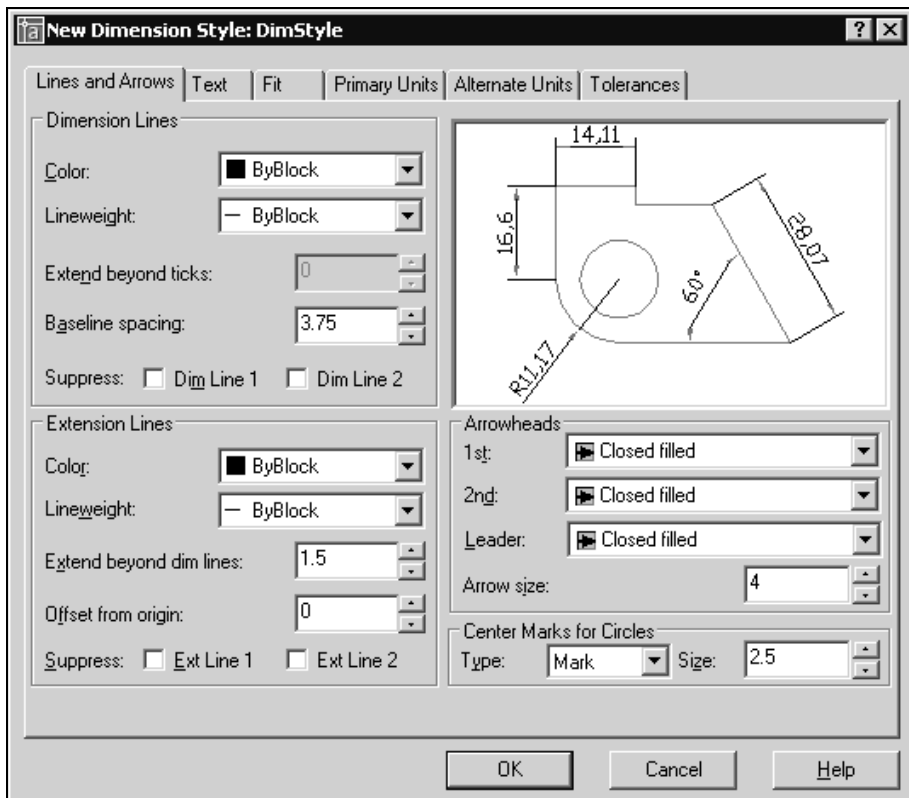

Рис. 10.3. Диалоговое окно **New Dimension Style**
4. Щелкните мышью на кнопке **Continue** (Далее) для продолжения создания нового размерного стиля. Появится диалоговое окно **New Dimension Style** (Создание нового размерного стиля), имеющее шесть вкладок (рис. 10.3). Задайте на вкладках свойства нового стиля:
Геометрические свойства размерного стиля устанавливаются на вкладке **Lines and Arrows** (Линии и стрелки) (см. рис. 10.3) диалоговых окон **New Dimension Style** (Новый размерный стиль) и **Modify Dimension Style** (Изменение размерного стиля), которые идентичны, но имеют разные заголовки. Первое окно используется при создании нового размерного стиля, а второе — при изменении некоторых свойств уже имеющегося в чертеже стиля.
Чтобы установить свойства размерных и выносных линий, стрелок и марке- ров центра на вкладке **Lines and Arrows** (Линии и стрелки) (см. рис. 10.3) диалогового окна **New Dimension Style** (Новый размерный стиль), выполните следующие действия.